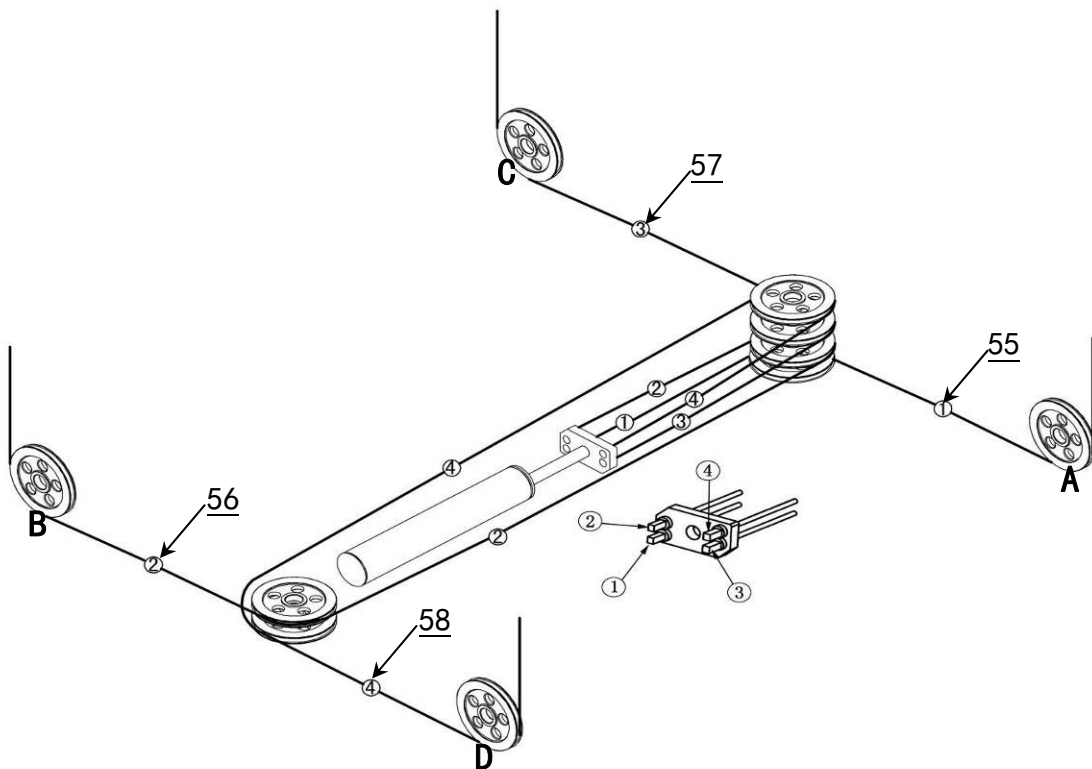

Fig. 21
J. Install cables (See Fig. 21).